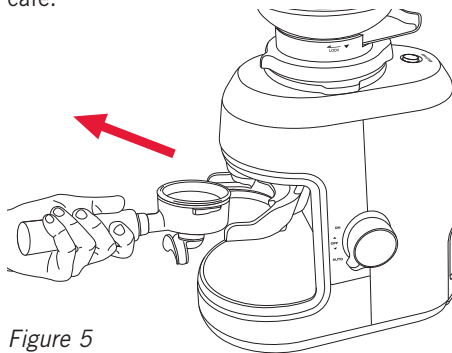

Figure 5
9. Lorsque le filtre est plein, retirez la poignée porte-filtre de l'appareil. Voir figure 5. Tapotez la poignée porte-filtre sur votre plan de travail pour tasser le café. Répétez le processus de broyage jusqu'à obtenir la quantité souhaitée. Tassez pour terminer.